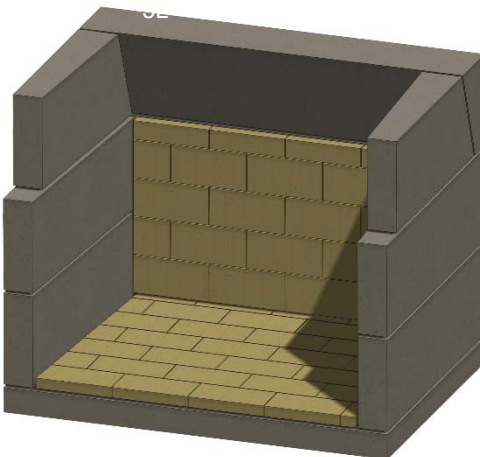

Figura 16. Pared trasera de ladrillo refractario
I. Instale el ladrillo refractario en la pared posterior, con el ladrillo colocado de canto. Véase la figura 16.